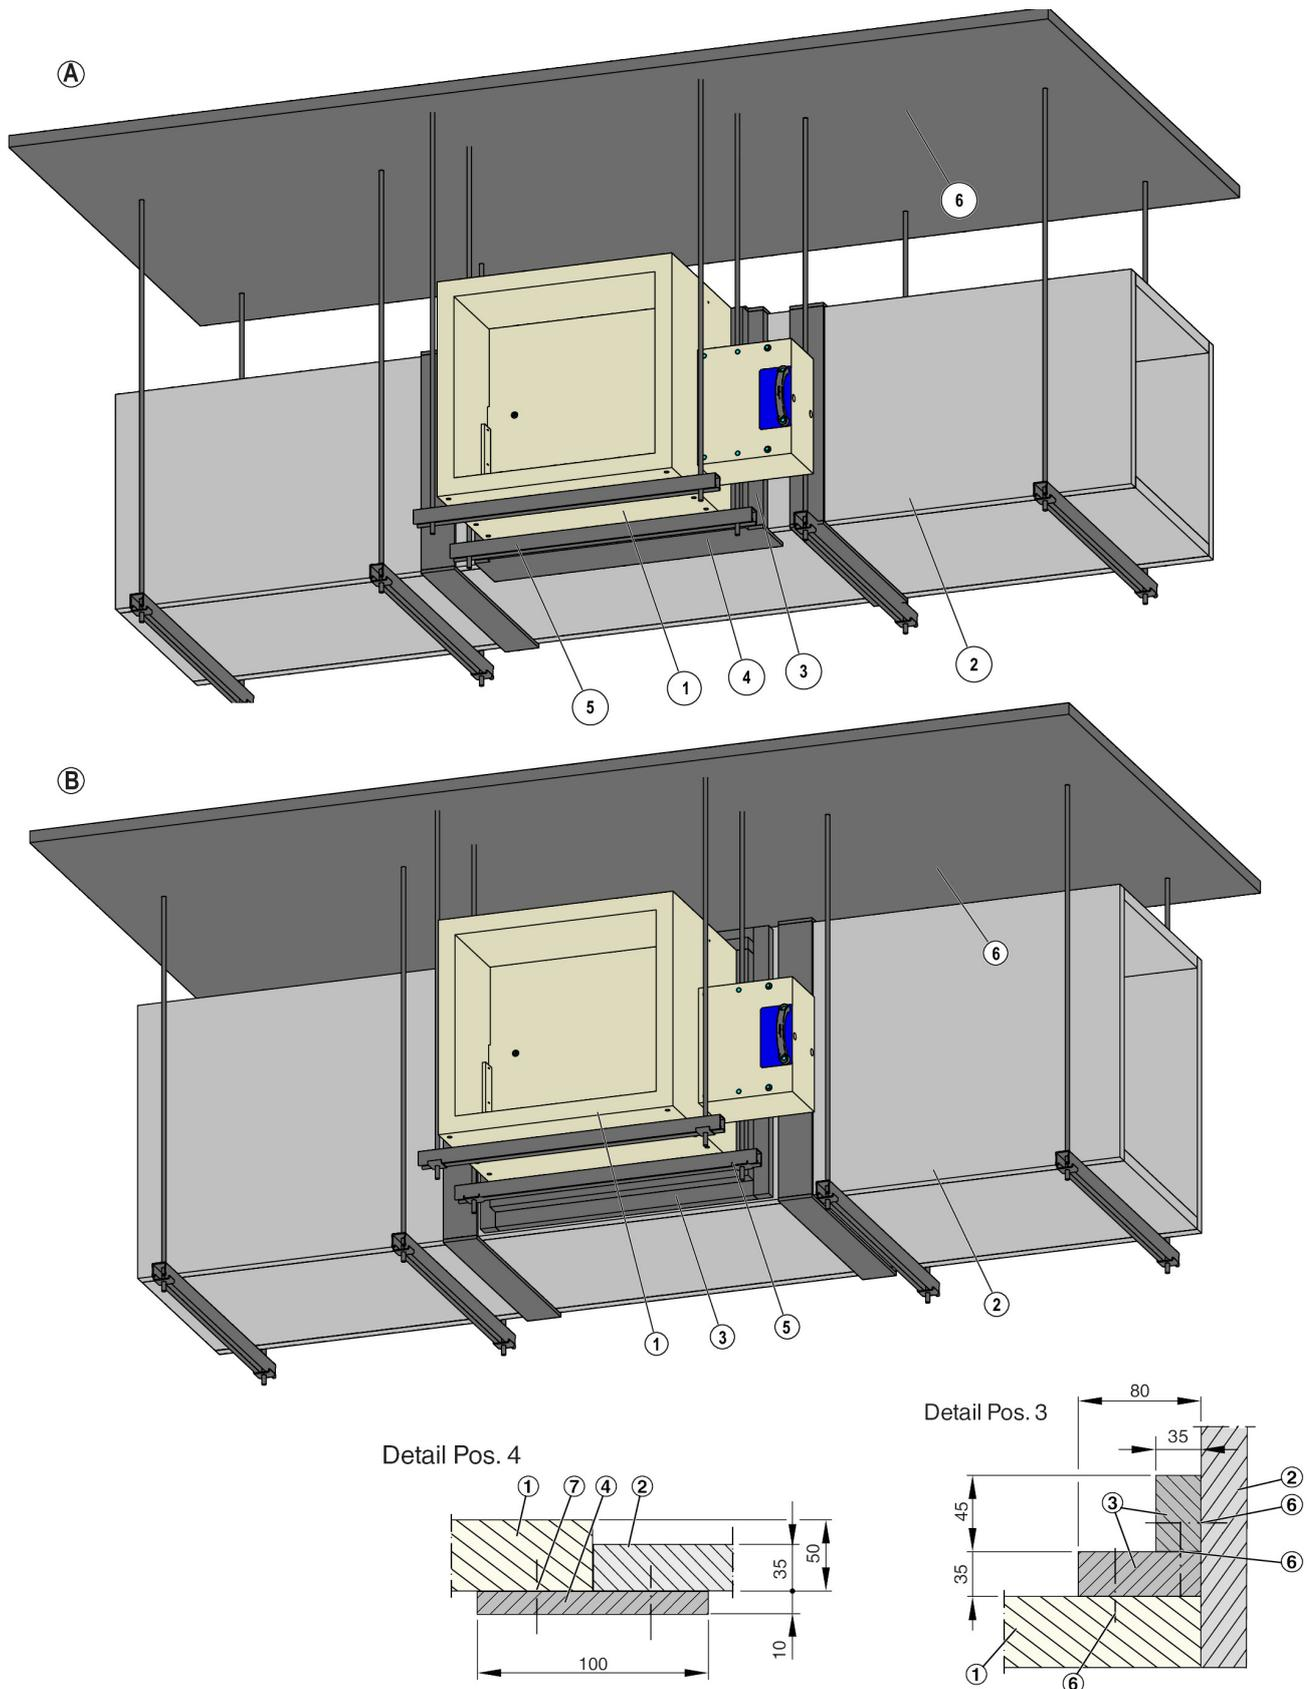

Abb. 21: Einbau an horizontalen feuerwiderstandsfähigen Entrauchungsleitungen, Klassifizierungsindex:  $v_{ed}$
- 3. ▶ Riegel ( Abb. 21 /3) zwischen feuerwiderstandsfähiger Entrauchungsleitung und Entrauchungsklappe herstellen. Dazu die Riegel an den Stossstellen, an der Entrauchungsleitung und an der Entrauchungsklappe verkleben und mit Stahldrahtklammern, Abstand  $\leq 150 \text{ mm}$ , verbinden.